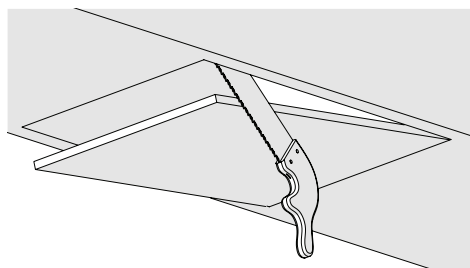

Рис. 7
- Выпилите нижнюю часть шкафа, где будет установлена вытяжка, в соответствии с размерами, указанными на техническом чертеже (Рис. 7).